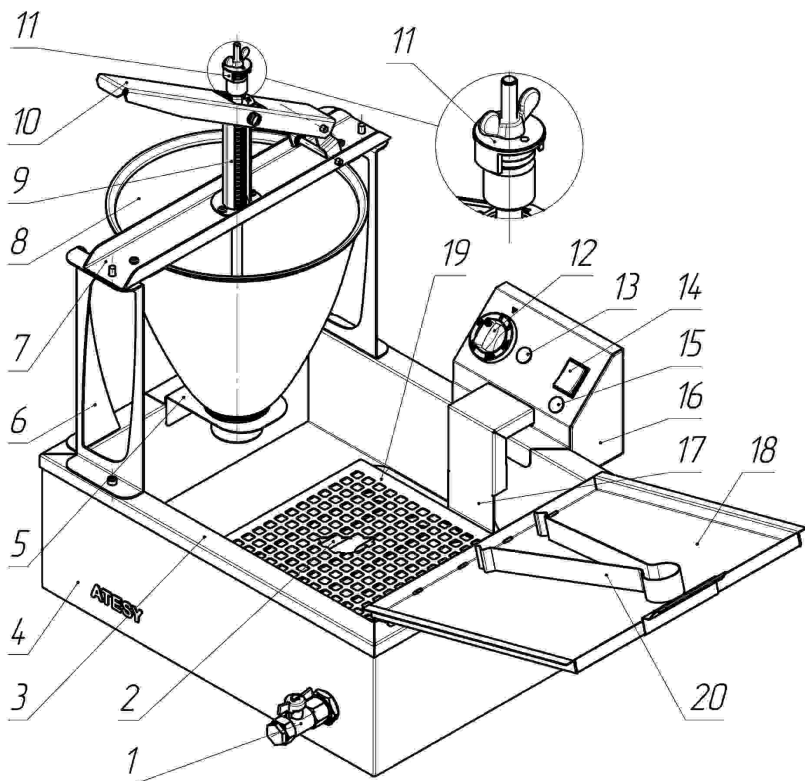
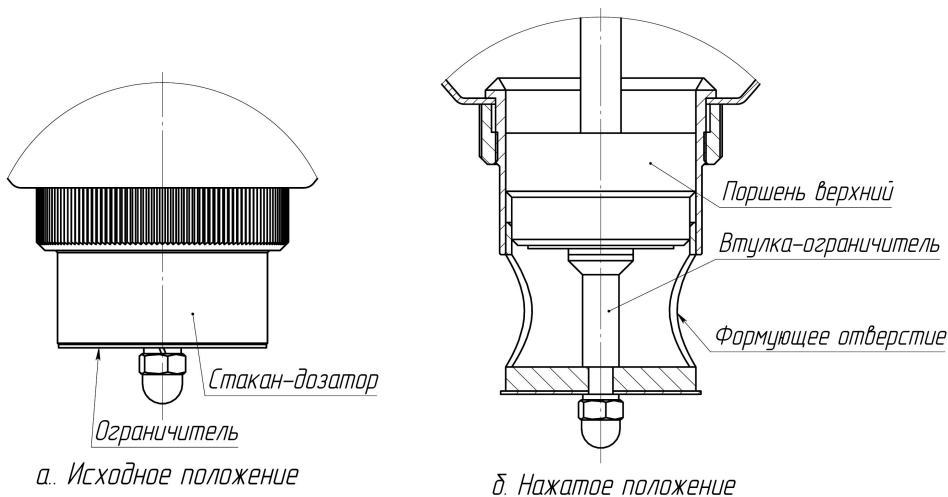

Рис. 1 Общий вид
Рис. 2 Регулировка дозатора теста
3.9. Во избежание ожогов всегда устанавливайте и плотно затягивайте пробку сливного крана (1) (Рис.1).
- установить дозатор на стойки (6) (Рис.1);
- нажать рычаг дозатора (2) (рис.1) до упора и, закручивая гайку-
упор (11)(рис.1), обеспечить следующие условия (Рис. 2, б):
- отпустить рычаг дозатора (2) (рис.1) и элементы дозирующего
устройства вернутся в исходное положение (Рис. 2, а).
упор (11)(рис.1).
(рис.1) контргайкой-барашком.
- 4.10. Плавно, без рывков и ударов, нажмите до упора на рычаг дозатора (10) (рис.1) и отпустите его. Обратный ход рычаг совершит самостоятельно. При этом сформируются два кваркини весом около 23 грамм, которые затем упадут в разогретый фритюр.
- Нажимать на рычаг дозатора (10) (рис.1) для формования следующей порции кваркини следует через 10 – 15 секунд (в зависимости от консистенции теста). Чем круче тесто, тем реже необходимо нажимать на рычаг дозатора. В противном случае тесто не будет успевать затекать в дозирующую головку и кваркини будут формироваться некачественно.